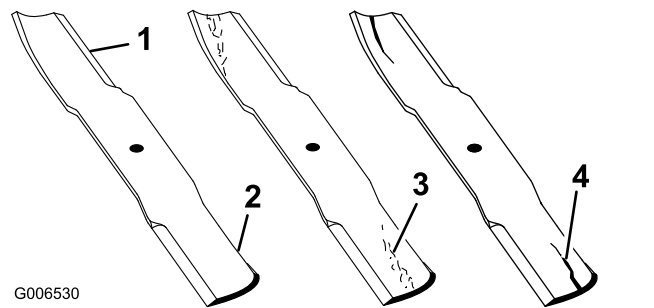

Bild 51
1. Untersuchen Sie die Schnittkanten (Bild 51).
4. Wenn Sie Risse, Verschleiß oder Rillenbildung in diesem Bereich feststellen, sollten Sie sofort ein neues Schnittmesser einbauen (Bild 51).